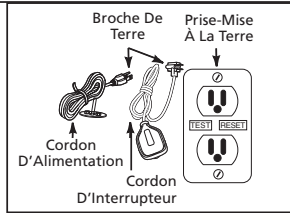

Figure 3
3. Introduire le cordon d'alimentation de la pompe directement en arrière de la fiche de l'interrupteur flotteur (Voir Fig. 3).